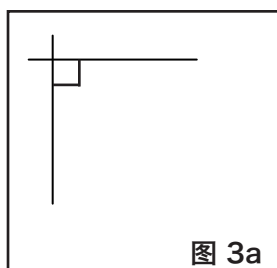
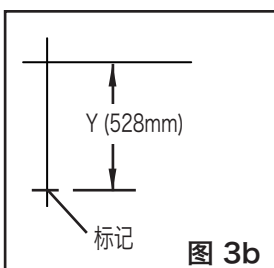
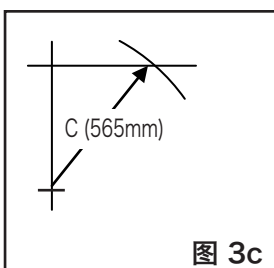

图 3a
图 3b
图 3c
3. **确定最终尺寸。**在一个垂直平面上，使用水平仪绘制一条水平线和一条垂线形成一个直角（图3a）。从交叉点向下测量确定的“Y”尺寸并标记（图3b）。从修改的“Y”标记开始测量，旋转卷尺与“X”线交叉，在交叉处标记“C”尺寸（图3c）。从交点测量到“C”交点的距离，这就是新“X”尺寸（图3d）。